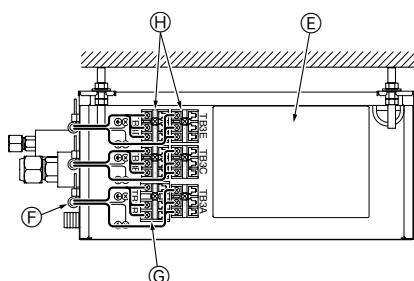

Fig. 9-3
4. Fastgör respektive ledning med en ledningsklämma. (Fig. 9-3)
5. Anslut respektive kabel ordentligt till korrekt kopplingsplint. (Fig. 9-3)